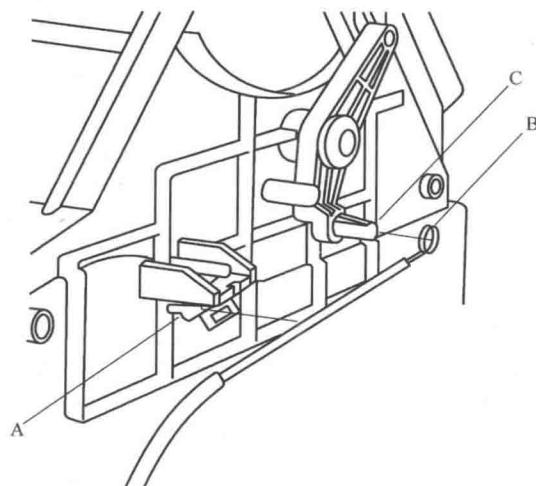

图 2-4 断开内外循环控制拉索
- ① 确保将环 D 插入凹槽 E。
- ② 安装后，操控控制面板以查看其是否工作正常。
- ② 断开内外循环控制拉索
- b. 如图 2-4 所示，从卡夹 A 上松开内循环控制拉索壳体，并从内循环控制连杆 C 上断开内拉索 B。